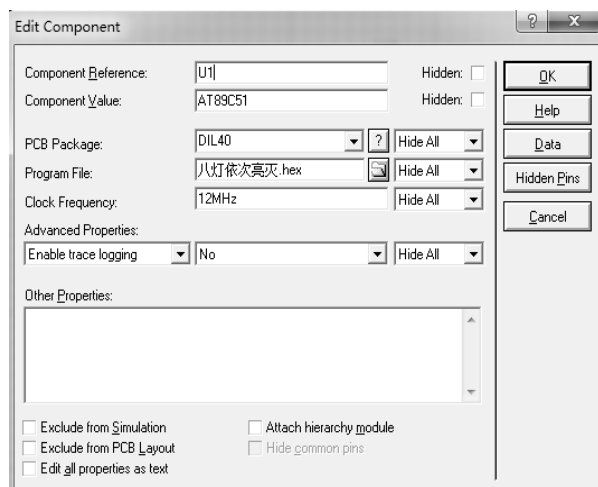

图 1-1-26 添加文件
(1) 在 Proteus 软件中打开绘制好的“8 位流水灯电路原理图”，双击单片机，弹出如图 1-1-26 所示的对话框，单击，添加相应的文件，再单击“OK”按钮。